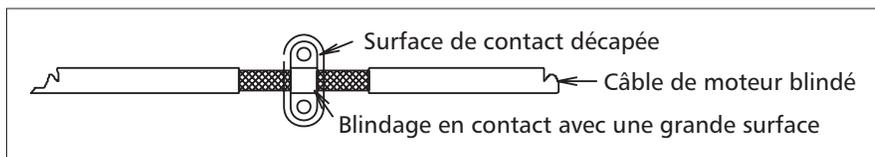

Figure 25
- Quand le câble de l'inverseur et tous les composants servant à éliminer les parasites, particulièrement le blindage du câble de moteur, longent des surfaces en métal, on devrait les y connecter, sur une superficie aussi grande que possible. Décaper les surfaces de contact pour assurer une bonne conductivité électrique. Suivre la technique de connexion montrée à la fig. 25.